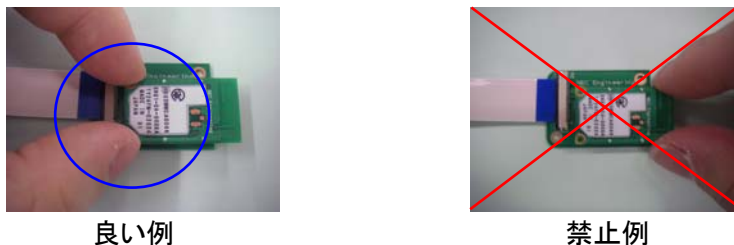

図 14 モジュール実装時の保持位置
- 2) マザーボード挿抜時のモジュール保持部は、スタッキングコネクタ実装部付近としてください。スタッキングコネクタ実装部から遠い部分を持つての挿抜は、モジュールとマザーボードを平行に出来ない場合があります、コネクタ破損等の原因になります(図 14)。